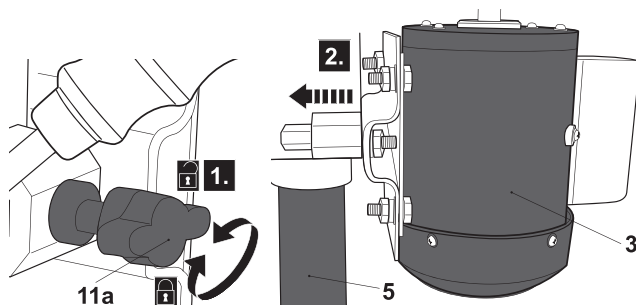

Fig. 17
- > Afloje las perillas de bloqueo de tensión (11a) (Fig. 17, paso 1). No las retire.
- > Empuje el conjunto del motor (3) hacia la columna (5) para aflojar las correas (2) (Fig. 17, paso 2).